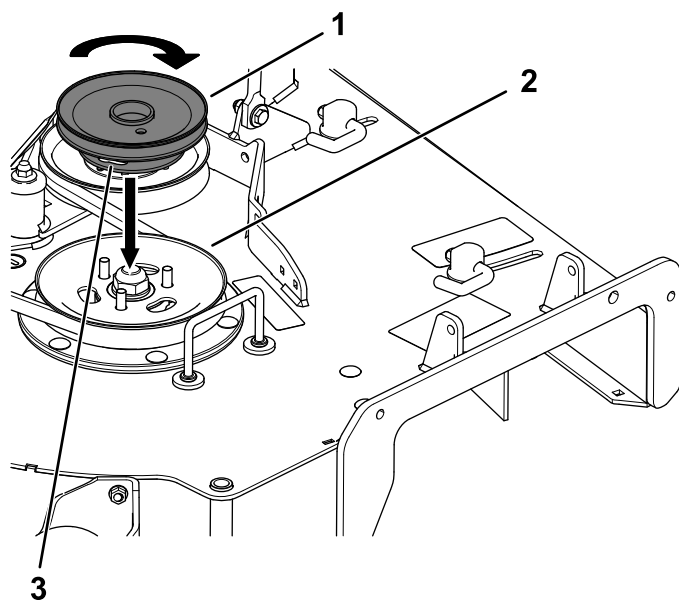

Figure 5
2. Placez la nouvelle poulie de sorte à pouvoir engager ses ouvertures sur les goujons (Figure 5).